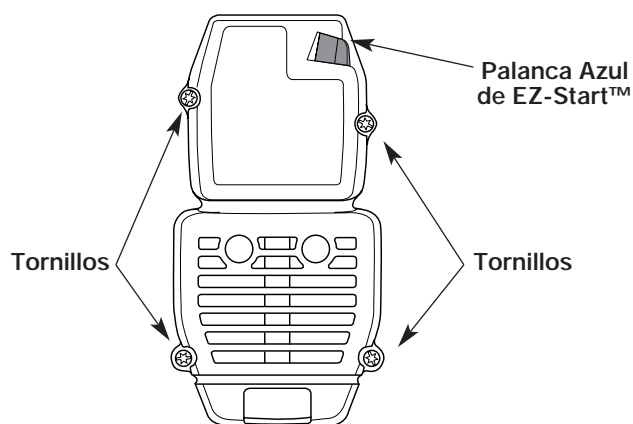

Fig. 17
1. Saque los cuatro (4) tornillos que sostienen la cubierta del silenciador / filtro de aire (Fig. 17). Use un destornillador de broca Torx N° T20.
2. Inserte los cuatro (4) tornillos en los orificios de la cubierta del silenciador / filtro de aire (Fig. 17) y ajústelos. **No los ajuste demasiado.**